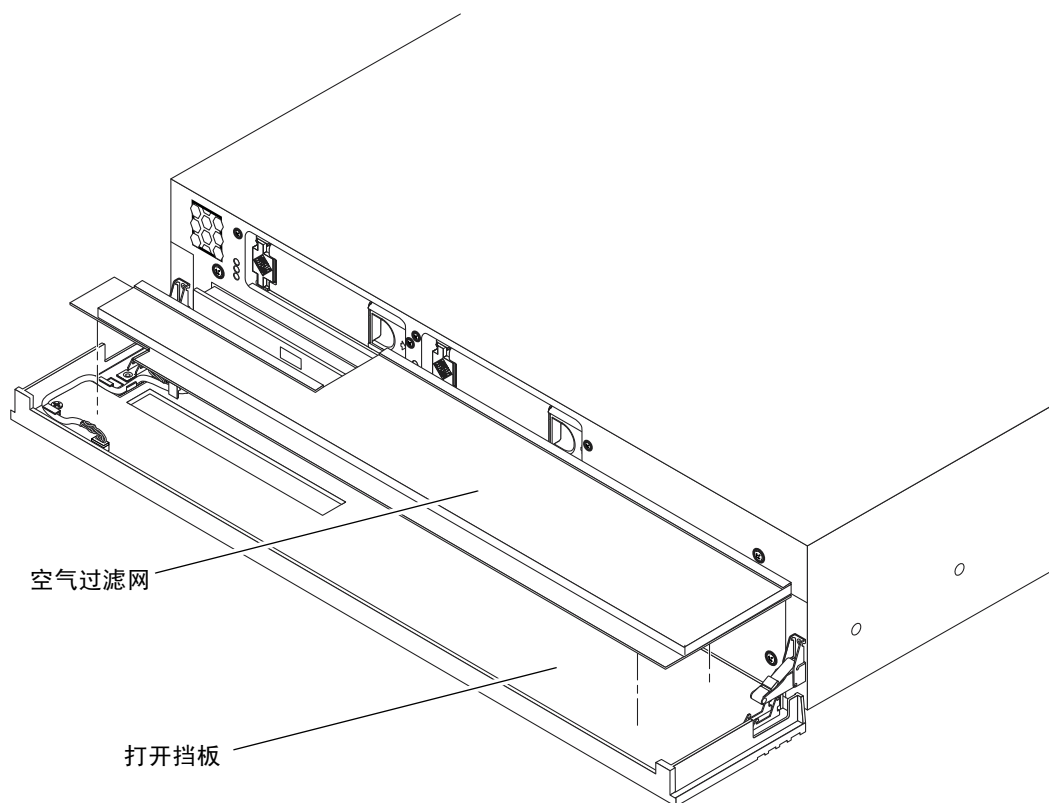

图 2-2 将空气过滤网安装到前挡板中
4. 将新的空气过滤网放入挡板，并且固定就位（图 2-2）。